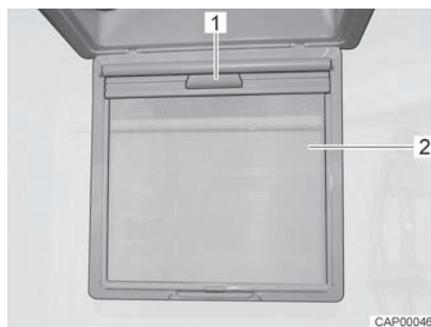

Bild 41 Verdunklungsrollo
- Insektenschutz (Bild 41,2) nach unten klappen.
- Verdunklungsrollo am Griff (Bild 41,1) nach unten ziehen, bis es auf der Gegenseite einrastet.
- Verdunklungsrollo am Griff (Bild 41,1) austrasten und langsam in die Ausgangsstellung zurückführen.
- Insektenschutz (Bild 41,2) nach oben schwenken, bis er einrastet.